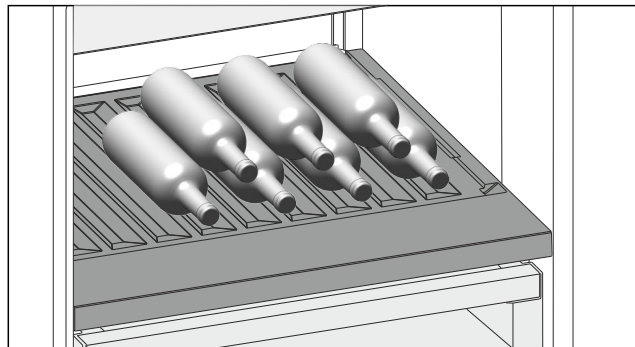

Fig. 186 Beispielhafte Darstellung
- ▶ Flaschen mit dem Boden nach hinten zur Rückwand einlegen. (siehe Fig. 186)